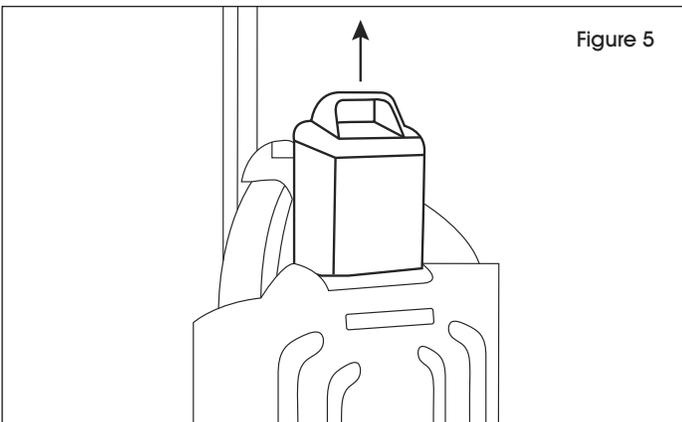

Figure 5
**REMARQUE :** Lorsqu'un voyant vert et un voyant rouge sont allumés, le chargement est en cours. Lorsque deux voyants rouges sont allumés, le chargement est terminé. La figure 5 montre la vue de dessus des broches de contact de la base du chargeur. Assurez-vous de brancher la batterie en conséquence. Si la batterie n'est pas complètement chargée après plus de cinq heures, contactez le service clientèle de Uline.
- Retirez la batterie du véhicule. (Voir Figure 5)